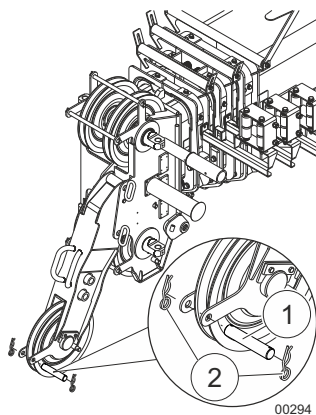

Fig. 200 Fixação da proteção do cabo ao jib auxiliar
- 5 Insira a proteção do cabo (1) na Fig. 200 na polia do jib auxiliar e prenda-a com contrapinos elásticos (2) na Fig. 200.